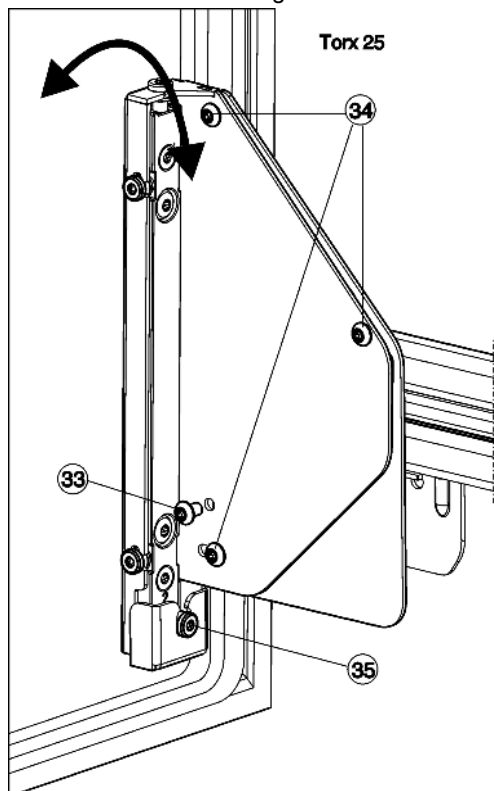

Fig. 25
- De schroef Fig. 25 (34) volledig eruit schroeven.
- ▷ De schroef Fig. 25 (34) opruimen, hij is niet langer nodig.
- Schroeven Fig. 25 (34) met 1 à 2 slagen alleen losdraaien.
- Stelschroef Fig. 25 (35) draaien. Rechtsom: de deur helt boven van het apparaat weg. Linksom: de deur helt boven naar het apparaat toe en onder van het apparaat weg.
- Nadat de hoek veresteld is alle schroeven Fig. 25 (34) weer stevig vastdraaien.